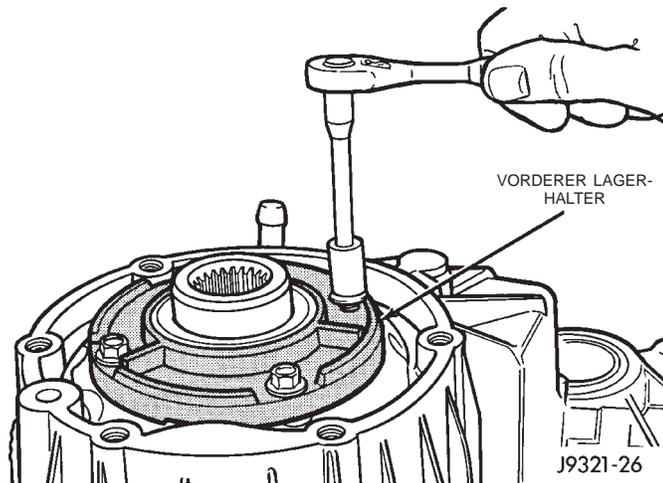

Abb. 59 Vorderen Lagerhalter einbauen
(6) Die Befestigungsschrauben ansetzen und festziehen, mit denen der Lagerhalter am Verteilergetriebe befestigt wird (Abb. 59). Die Befestigungsschrauben mit einem Anzugsmoment von 21 N·m (16 ft. lbs.) festziehen.